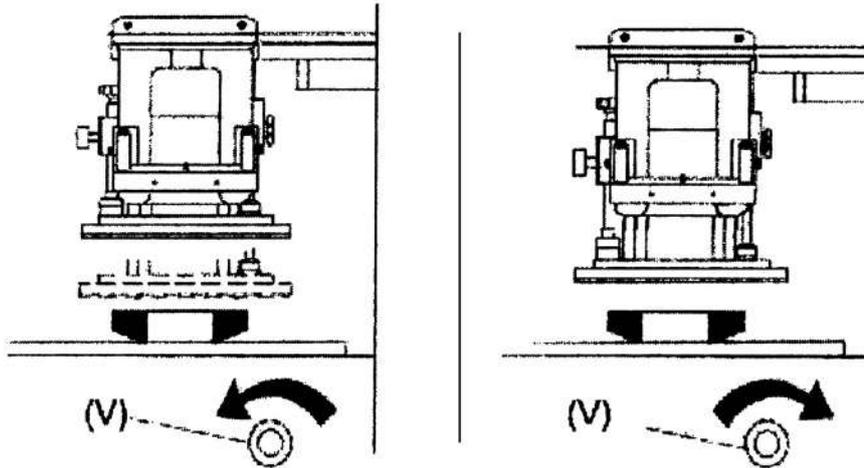

Рис.16
f) Медленно поверните ручку V против часовой стрелки, пока пластина не поднимется в требуемое положение. При настройке следует учесть толщину материала (рис. 16).